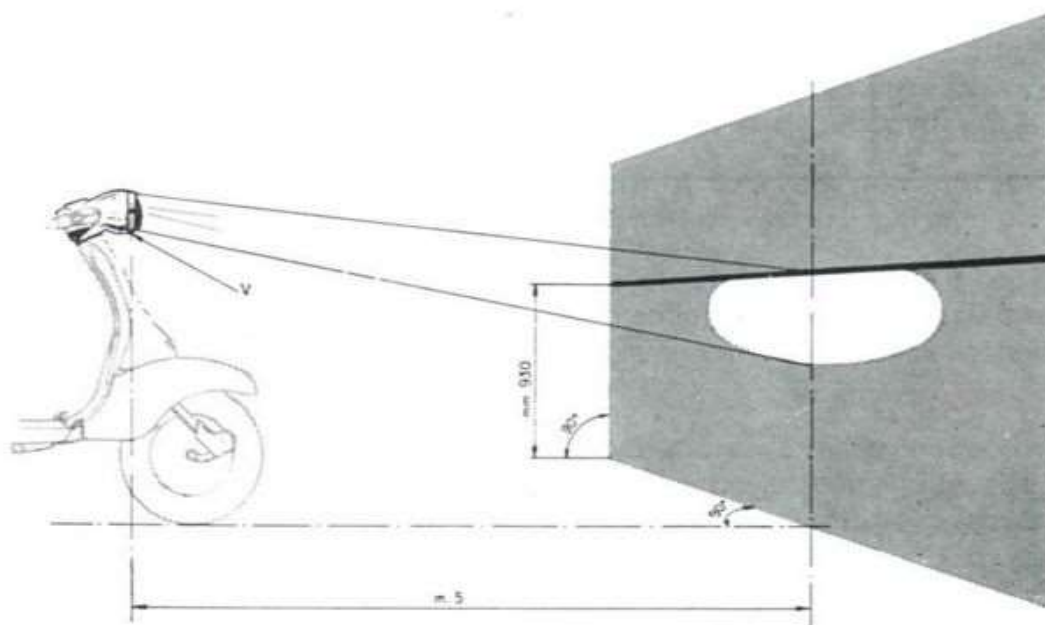

Fig. 52
- Disporre davanti allo scooter uno schermo verticale come mostrato in fig. 52.